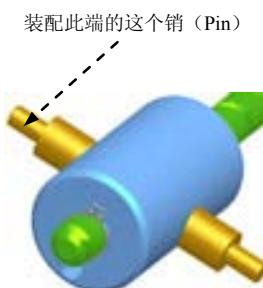

图 12.5.10 装配另一个销
(1) 选择下拉菜单 $\text{插入(I)} \rightarrow \text{元件(E)} \rightarrow \text{装配(A)...}$ 命令，打开文件名为 pin.prt 的零件，引入零件销（pin）。
(2) 创建“对齐”和“配对”装配约束，将零件销（pin）装配到零件活塞（Piston）中。
Step10. 增加固定元件：装配另一个销（pin.prt），如图 12.5.10 所示。操作方法与 Step9 相同。